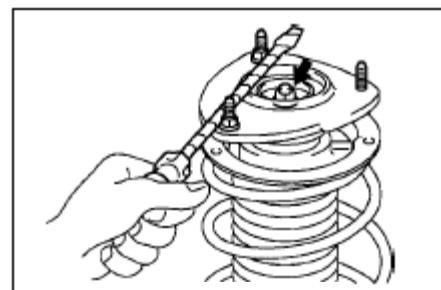

Рис. 181
(1) Удерживайте опору от проворачивания за шпильки отверткой или подобным предметом(рис. 181).